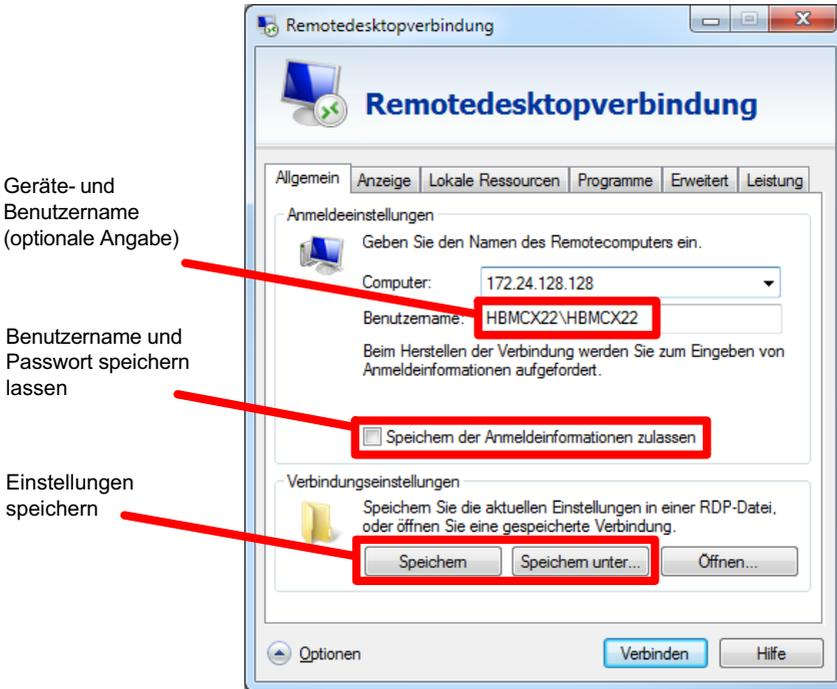

Abb. 7.13 Remotedesktop-Konfiguration speichern
- Speichern Sie die Konfiguration über das Register **Allgemein** entweder unter einem neuen Namen (**Speichern unter**) oder als Voreinstellung für die Verbindung über den QuantumX Datenrekorder Assistenten (**Speichern**), siehe Abb. 7.13.
Doppelklicken Sie auf diese Konfigurationsdatei (oder einen Link darauf), so wird direkt eine Verbindung mit dem CX22-W aufgebaut und Sie müssen nur noch das Passwort eingeben. Falls Sie das **Speichern der Anmeldeinformation** (siehe Abb. 7.13) zulassen, erfolgt dies automatisch.